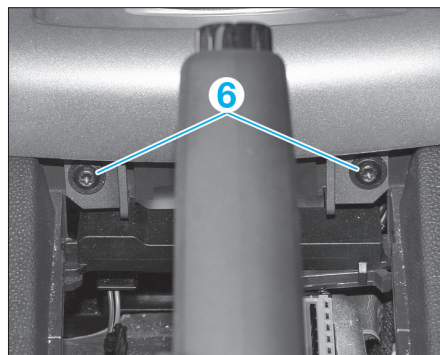

FIG. 42
- les deux vis de fixation (6) à l'arrière du levier de vitesses (fig. 42).